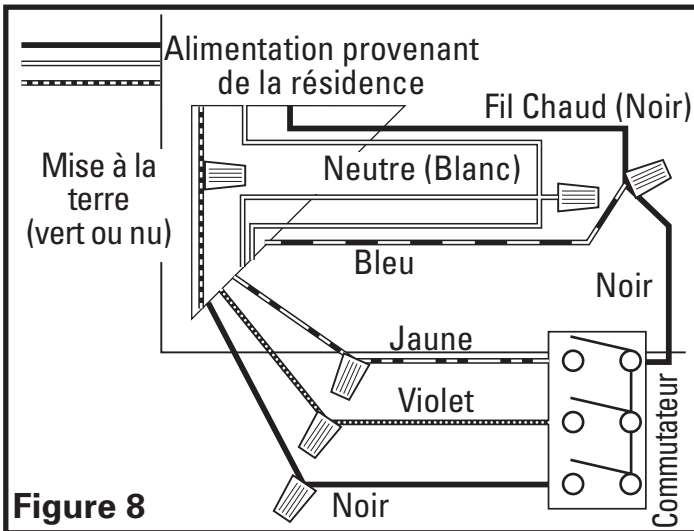

Figure 8
2. **Ventilation continue** : Pour les ventilateurs à deux vitesses câblés pour la ventilation continue avec le commutateur AKS3 recommandé (non inclus). Mettez à la terre correctement le commutateur. Connectez le fil noir (Chaud) de l'alimentation au fil bleu du ventilateur et au fil noir connecté à la borne commune de l'interrupteur mural. Raccordez 3 fils de l'interrupteur mural (non inclus) au ventilateur. Connectez le fil jaune du ventilateur à la borne supérieure de l'interrupteur AKS3. C'est le contrôle de la lumière. Connectez le fil violet du ventilateur à la borne centrale de l'interrupteur AKS3. C'est le contrôle de la lumière de nuit. Connectez le fil noir du ventilateur à la borne inférieure de l'interrupteur AKS3. C'est le contrôle du ventilateur. La fermeture de l'interrupteur changera la vitesse de vitesse normale à haute vitesse (Figure 8).